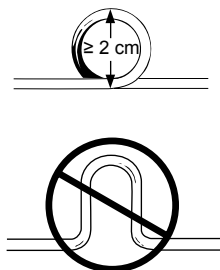

Figura 4. Enrolar o excesso de eléctrodo
- Enrole o excesso de eléctrodo num arco circular de diâmetro superior a 2 cm (0,8 polegadas). Não utilize uma dobra ou arco em forma de U (Figura 4). Um arco completo diminui a possibilidade de interferências electromagnéticas e respectivos efeitos e evita que o eléctrodo seja danificado por dobras ou vincos.